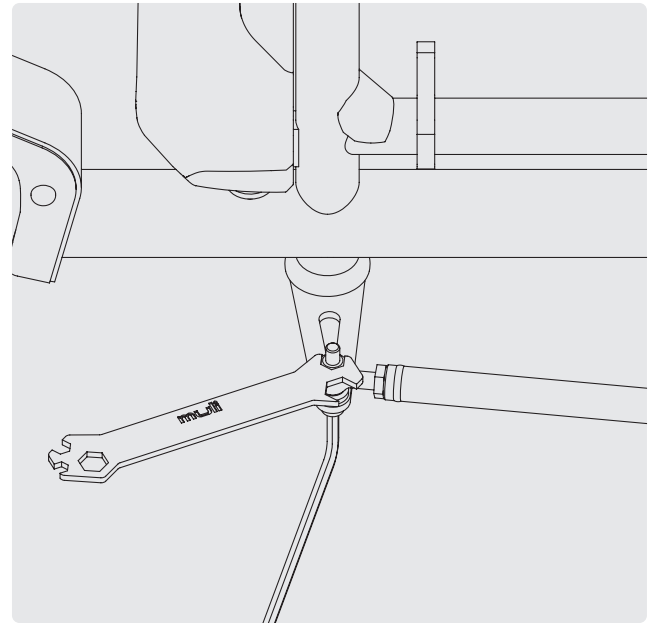

ABB. 11
- 2 Ziehen Sie die Kontermutter mit einem 6er Inbus und einem 13er Mausschlüssel so fest, bis das Lager kein Spiel mehr hat und sich der Lenker noch angenehm drehen lässt (Abb. 11).